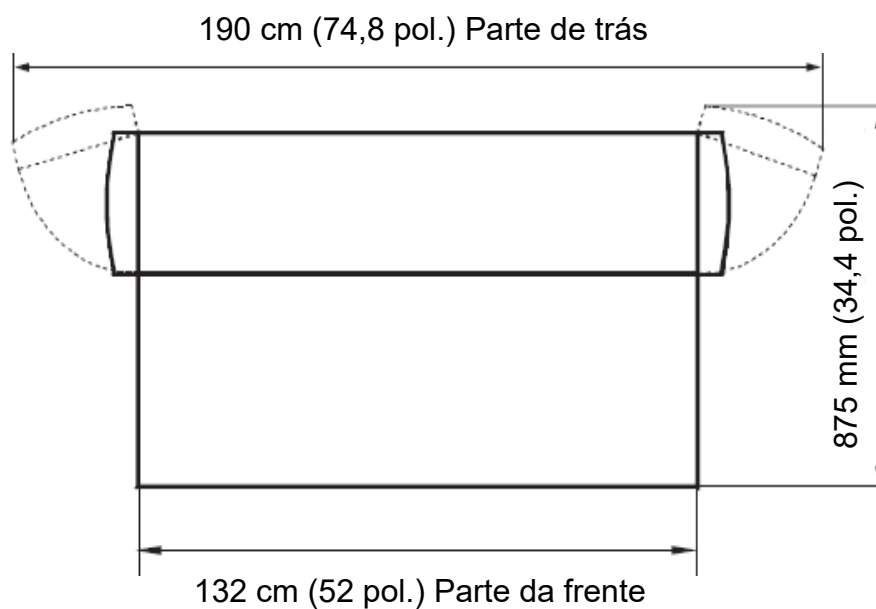

Figura 4. Dimensões de um AcfS Library Robot e de um AcfS Detection Robot (vista de cima)
- Figura 4. Dimensões de um AcfS Library Robot e de um AcfS Detection Robot \(vista de cima\) \(34\)